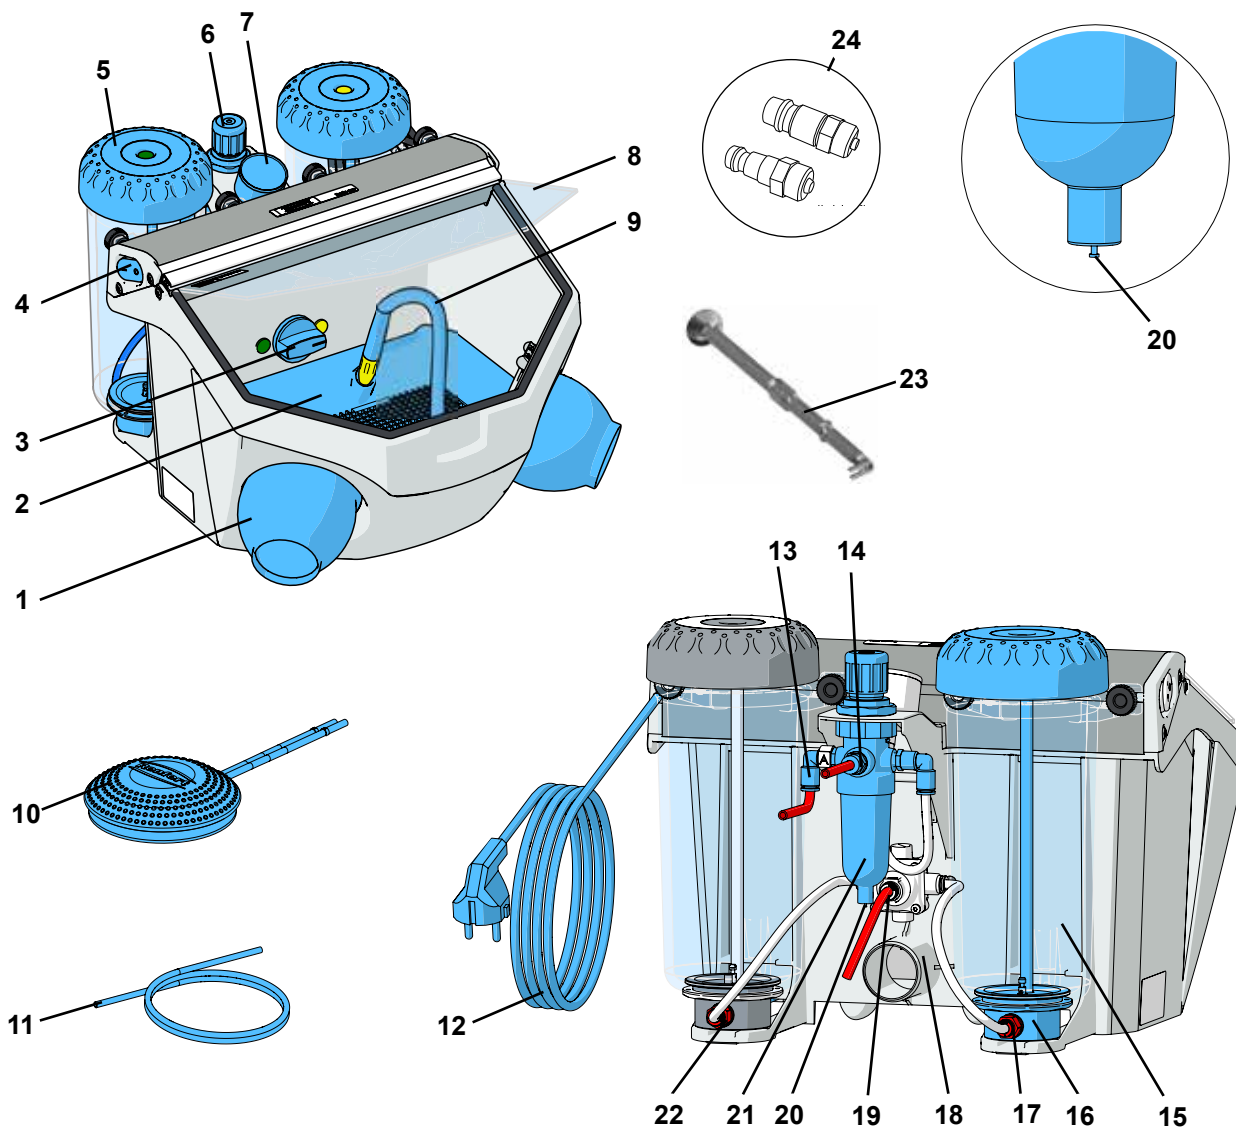

Fig. 1
⇒ Desenrolar o cabo elétrico (12, Fig. 1).
- ⇒ Pressionar o pedal de acionamento (10, Fig.1).